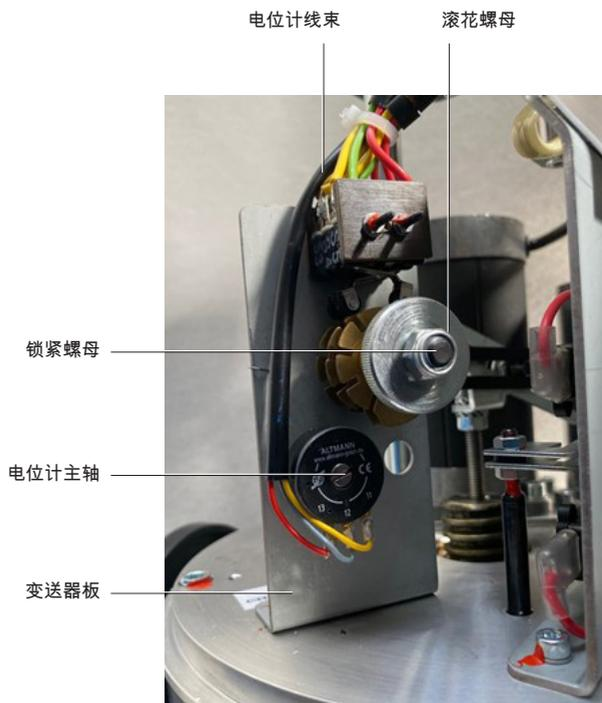

图13. 电位计安装和调整 (8 kN+)
- 关于产品组装定位，请参考图13《电位计安装和调整 (8 kN+) 》